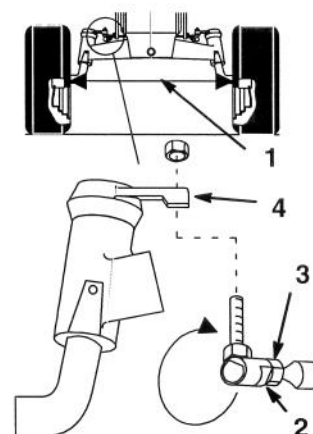

Figure 30
Conserver le pincement spécifié des roues avant. Un réglage peut être nécessaire si les pneus s'usent de manière irrégulière, s'ils abîment la pelouse ou si la direction est dure. Contrôler le pincement toutes les 100 heures de service ou une fois par an, selon ce qui se présente en premier (Fig. 30).
3. Effectuer la mesure entre les jantes à la hauteur des fusées, à l'avant et à l'arrière des roues (Fig. 30).
2. Déposer la rotule d'un des leviers de direction. (Fig. 30).